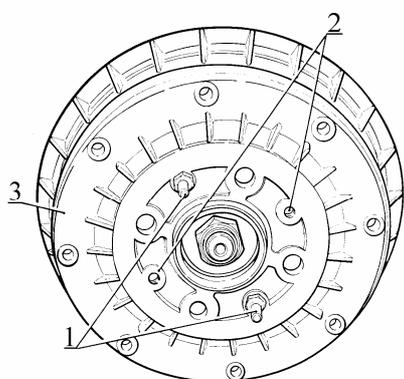

Рис.5 Тормозной барабан:
4.6.2 Для других моделей автомобилей LADA. Отвернуть направляющие штифты 1, рис.5, крепления барабана 3 и завернуть их в технологические резьбовые отверстия 2 до отделения барабана от полуоси. Снять тормозной барабан (ключ кольцевой 12).